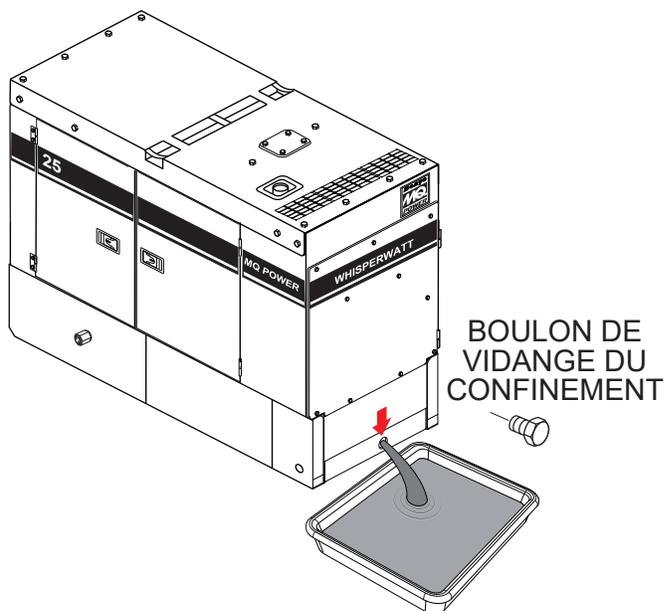

Figure 60. Vidange du réservoir de confinement
2. Si le réservoir se remplit de liquides, retirez le boulon de vidange (Figure 60), puis laissez les liquides s'écouler dans un récipient approprié.